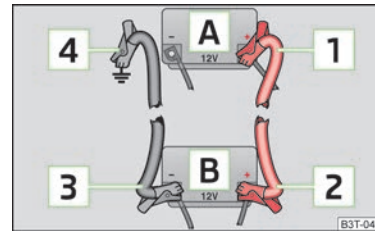

Fig. 116
- Prindeți un capăt [1] » fig. 116 la polul plus al bateriei descărcate [A].
- Fixați un capăt [3] » fig. 116 la polul minus al bateriei furnizoare de curent [B].